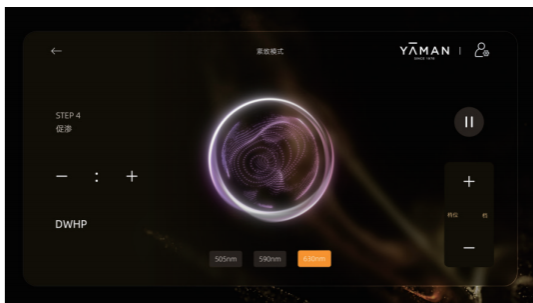

图5-14：紧致模式-促渗手柄页面
- ④促渗手柄+塑升立缇精华，护理时长默认5分钟，可调节至最大时长30分钟（如图5-14）。